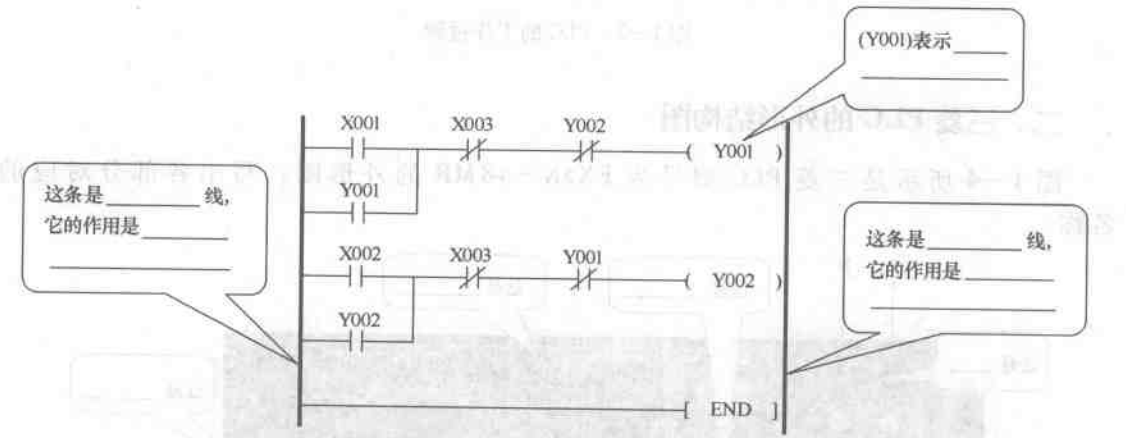

图 1—5 梯形图编程实例
(2) 梯形图比较形象直观，对于熟悉继电器—接触器控制系统的人来说，也容易接受，所以世界上各生产厂家的 PLC 都把梯形图作为第一用户编程语言。如图 1—5 所示是一个梯形图编程实例，请在梯形图中的横线上填写出相关的内容。